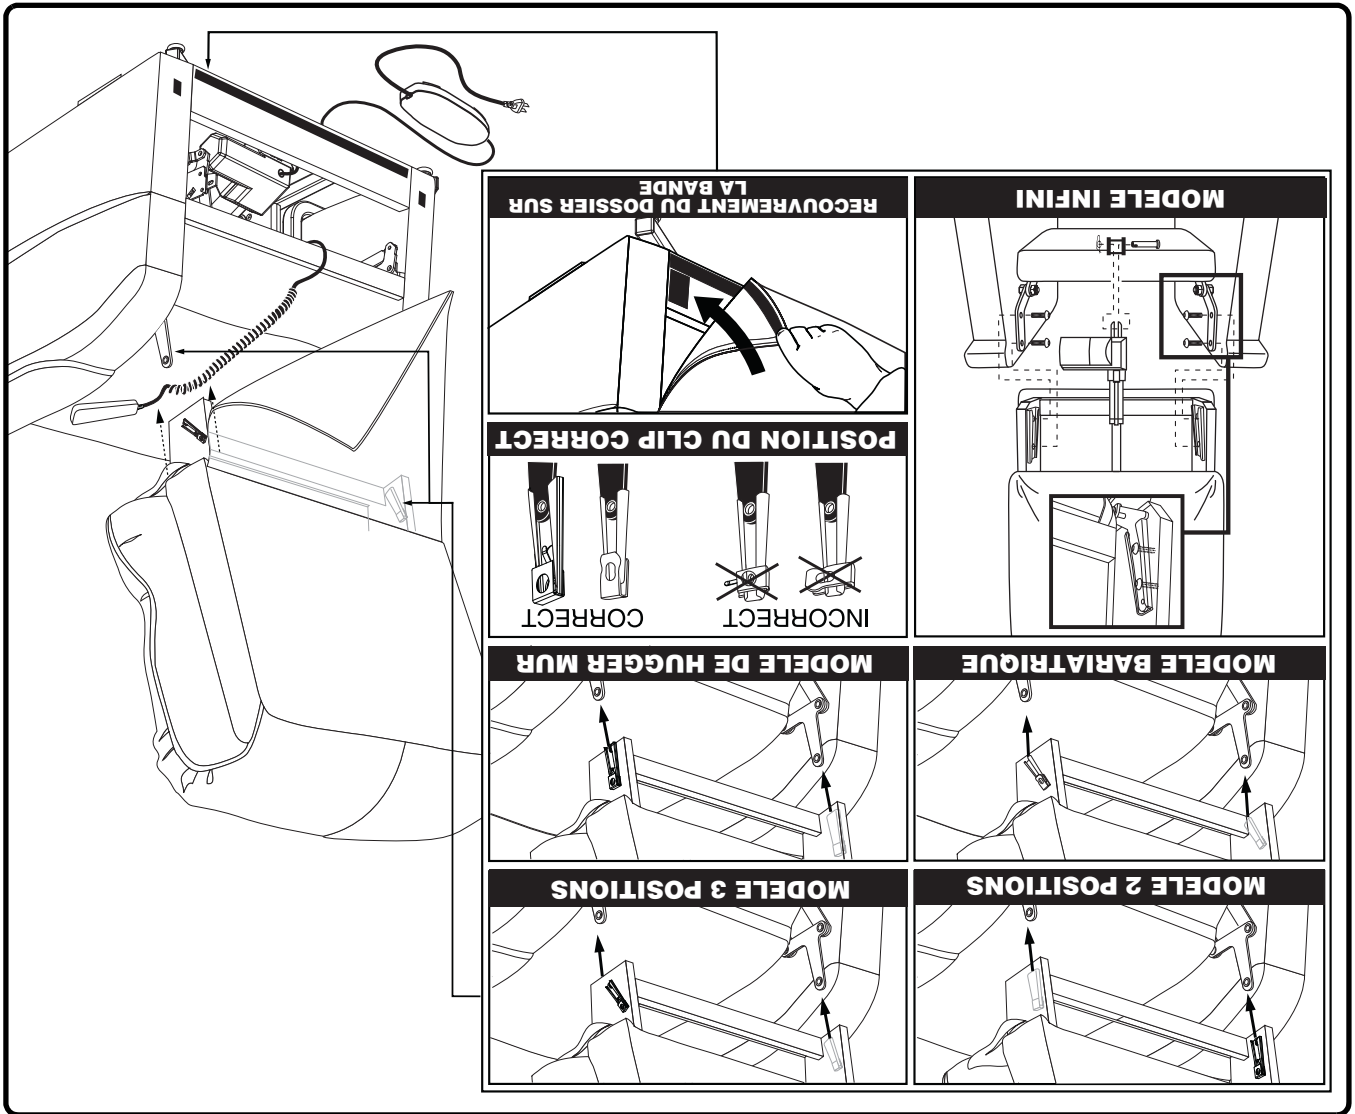

Figure 4.1 Assemblage du fauteuil auto-souleveur
**NOTE:** Si votre fauteuil auto-souleveur est le modèle *Infini*, reportez-vous aux instructions de montage fournies avec le fauteuil. Pour le modèle *2-position*, les manches *KD* sont situés à l'intérieur comme le montre la figure 4.1.